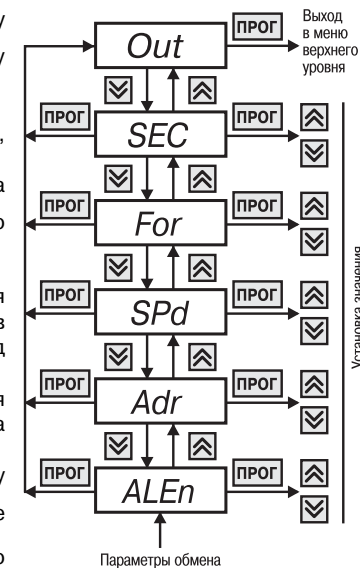

Рис. 19
6.2.2.8. Группа «rS» предназначена для задания значений параметров обмена при установленном в приборе модуле интерфейса связи RS-485 (рис. 19). Код доступа для данной группы «**_11**».